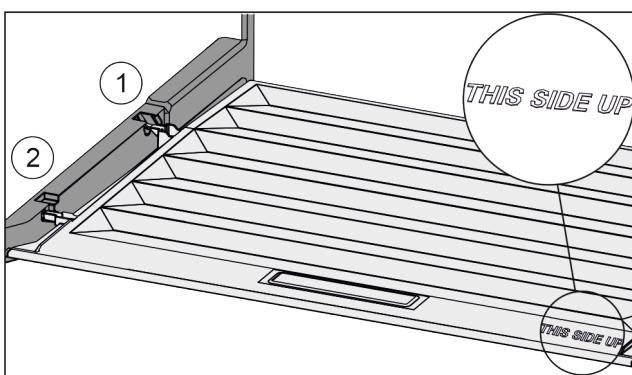

Fig. 115
- Výstupky veka zavedte cez otvor zadného držiaka Fig. 115 (1) a zaistite vpredu v držiaku Fig. 115 (2).